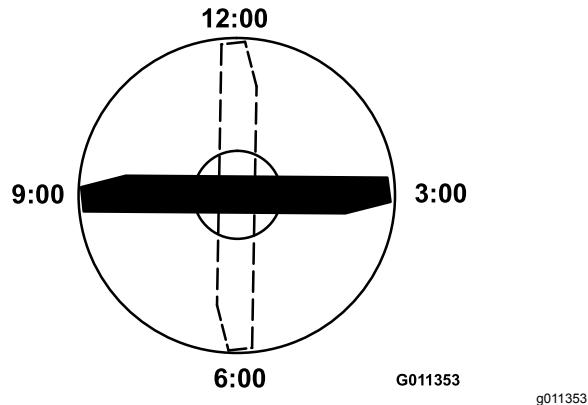

Figura 100
5. Coloque el filo de corte del extremo marcado de la cuchilla en la posición de las 12 (hacia adelante, en el sentido de la siega) (Figura 100)
6. Gire el extremo marcado de la cuchilla a las posiciones de las 3 y de las 9 (Figura 100) y mida las alturas.